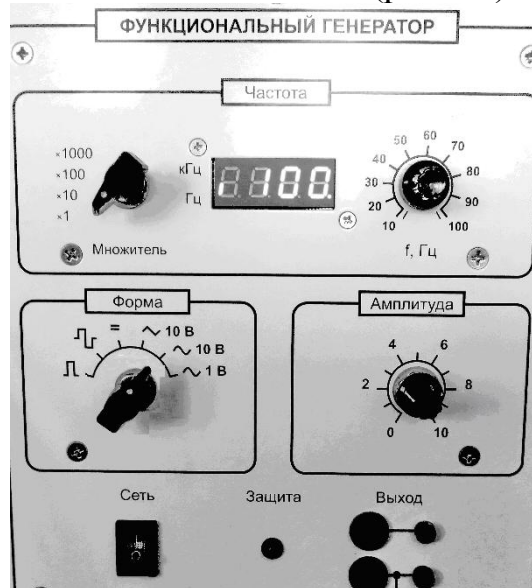

Рис. 16. Вид модуля **ФУНКЦИОНАЛЬНЫЙ ГЕНЕРАТОР**
6. Соединить перемычкой гнездо разъема **X12** и гнездо разъема **Выход** в модуле **ФУНКЦИОНАЛЬНЫЙ ГЕНЕРАТОР** (рис. 16).
9. В модуле **ФУНКЦИОНАЛЬНЫЙ ГЕНЕРАТОР** в секции **Частота** установить переключатель **множитель $\times 1$** , регулятор **f, Гц** в положение **100** (рис. 16).
10. В модуле **ФУНКЦИОНАЛЬНЫЙ ГЕНЕРАТОР** в секции **Форма** установить переключатель в положение **$\sim 10\text{ В}$** (рис. 16).